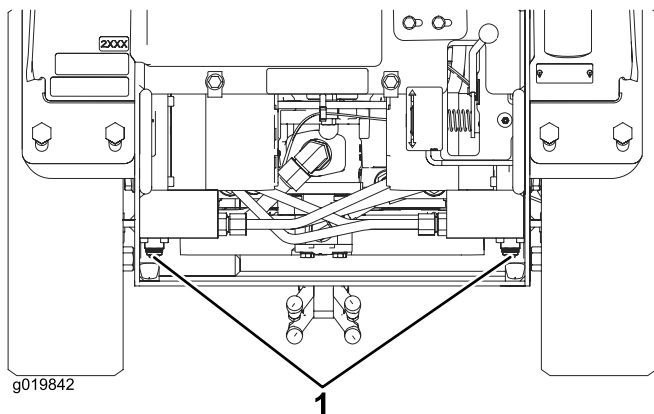

Figura 20
3. Utilizando uma chave de aperto, rode as válvulas de reboque nos motores hidráulicos duas vezes no sentido contrário ao dos ponteiros do relógio (Figura 20).